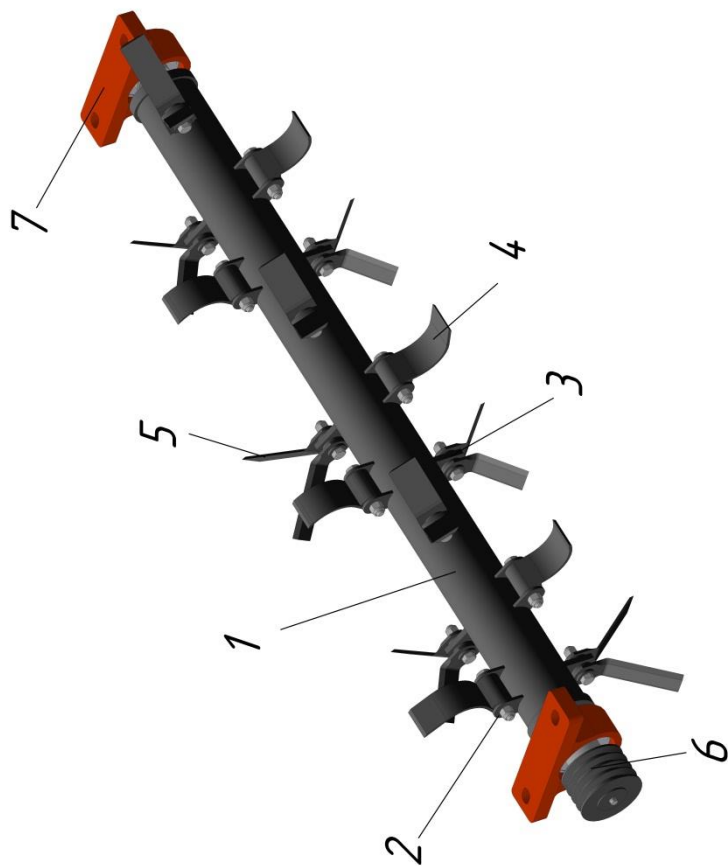

Рисунок 2 – Ротор в сборе
3.3 Ротор (рисунок 2) представляет собой сварную конструкцию, состоящую из трубы 1 с приваренными ушами 2 и 3, в которых с помощью резьбового соединения устанавливаются ножи 4 и 5. Машина может комплектоваться ножами одного размера и дополнительно удлиненными ножами для копирования профиля поля. На конце ротора установлен шкив 6 клиноременной передачи. На раму ротор в сборе монтируется в корпусах 7 со сферическими подшипниками.